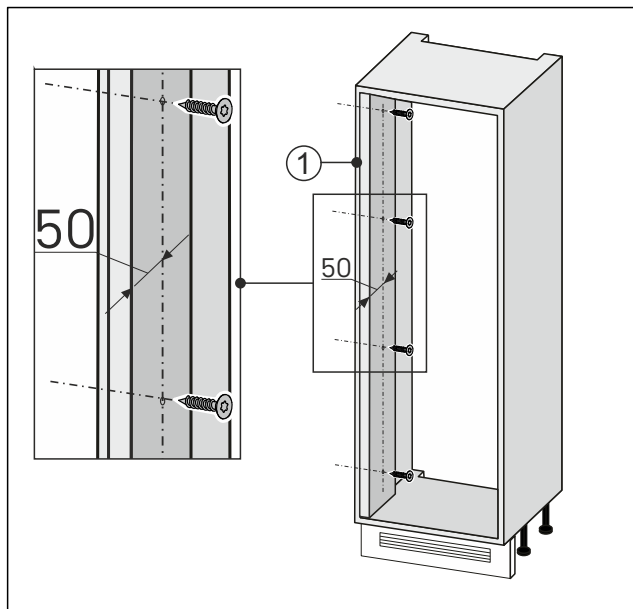

Fig. 93
- ▶ Izravnano stene privijte na strani odpiranja vrat Fig. 93 (1) z nišo pohoštva.